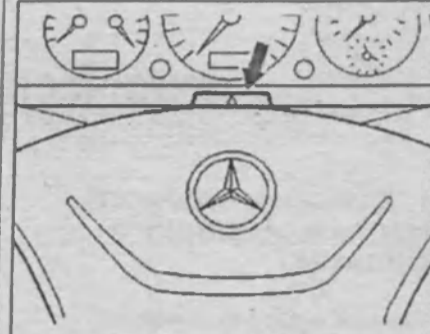

Рис. 2.8. Проверка работы аварийной световой сигнализации.
7. Нажмите выключатель аварийной световой сигнализации и проверьте ее работу (рис. 2.8).